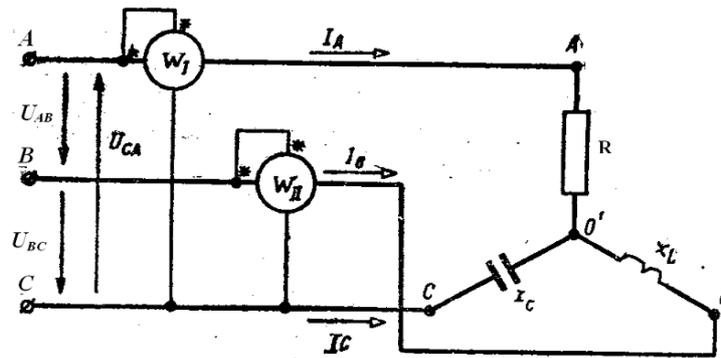

Рисунок 1
2. Для цепи, изображенной на рис. 1, определить токи  $I_A$ ,  $I_B$ ,  $I_C$ , показания ваттметров, активную мощность  $P$  цепи, если линейные напряжения  $U_{AB} = U_{BC} = U_{CA} = 220$  В,  $R = 44$  Ом;  $x_c = 44$  Ом,  $x_L = 44$  Ом.